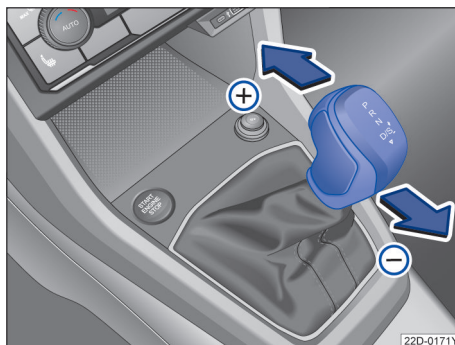

图 100 换挡杆在 Tiptronic 手动电控换挡程序位置上
- 向前  或向后  短促按压换挡杆，即可换高档或降挡→图 100。